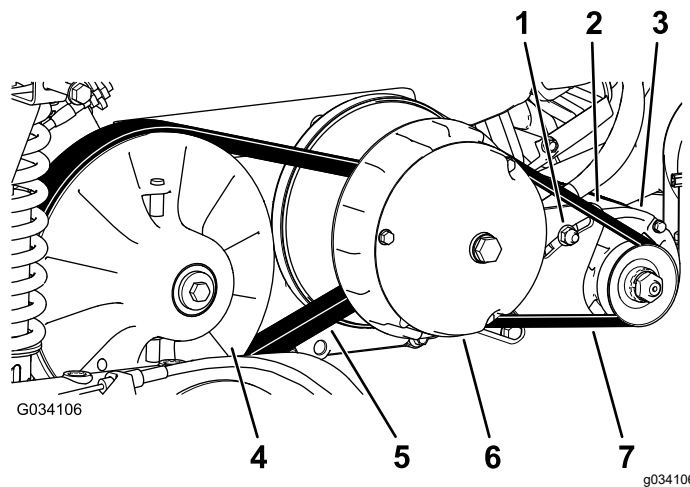

图 63
6. 转动并检查皮带 图 63 是否有过度磨损或损坏的迹象。
3. 转动并将皮带放到副离合器上 图 63。
4. 从副离合器上卸下皮带 图 63。
5. 将新皮带放到主离合器上并对齐 图 63。
6. 转动并将皮带放到副离合器上 图 63。
2. 拧松启动发电机的枢轴螺母 图 63。
4. 向下压撬棍将启动器向下转入槽中直至当施加 44N 的力量时皮带张紧力仅允许 6mm 的皮带下压 图 63。
5. 用手拧紧枢轴螺母并取下撬棍 图 63。